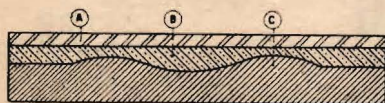

Fig. 15. Gjutform för tillverkning av korrektionslins.
Korrektionslinsen tillverkas efter en ny och ganska intressant process. (Fig. 15.) En slags gjutform (C) iordningställs med riktiga radiella dimensioner men med glaskonturen överdriven med en viss faktor. Över gjutformen anbringas en plan glasplatta (A) och båda tillsammans upphettas, varefter en blandning av gelatin i vatten införes mellan formen och glaset (B). När gelatinblandningen svalnar antar den fast form och häftar vid glasplatta.